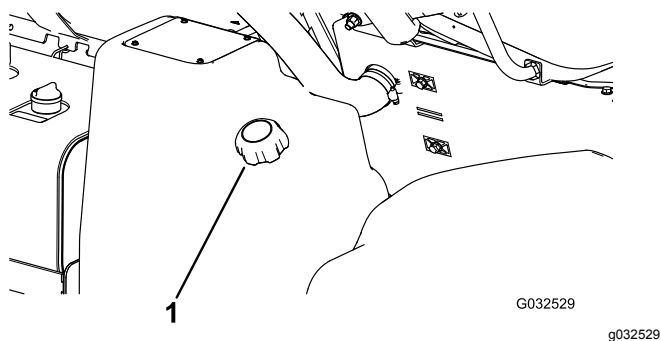

Figura 15
2. Limpe a zona em torno do tampão do depósito de combustível (Figura 15).